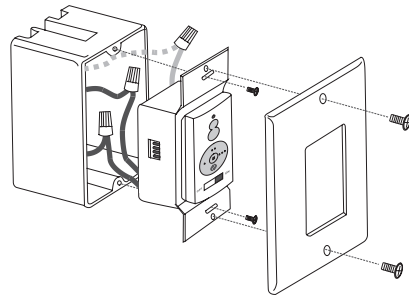

Fig.16
Paso 3. (Fig. 16) Cuidadosamente meta las conexiones dentro de la caja de distribucion. Asegure el transmisor con los dos tornillos proveidos. El transmisor de pared proveido incluye cubiertas decorativas de pared y del control en dos diferentes terminados. Si desea remplazar la cubierta del control de pared, use la una de su dedo o un desarmador plano de punta fina. Cuidadosamente despegue la cubierta decorativa del control de pared y remplacelo con la de color opcional. Instale la cubierta decorativa y asegurela con los dos tornillos proveidos.